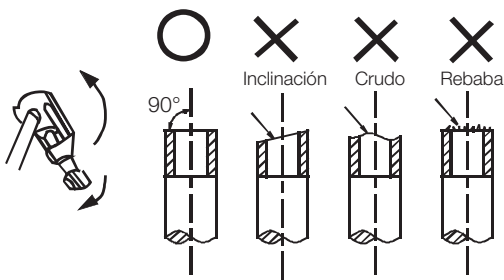

Fig.7-1
- Corte el tubo con un cortador de tubos (Ver Fig. 7-1).